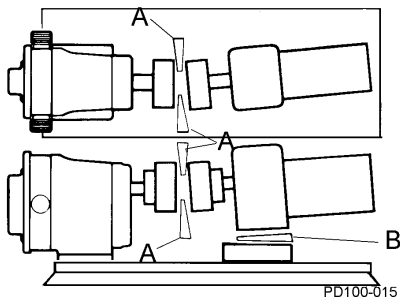

Figure 23 – Vérification de l'alignement angulaire
1. En utilisant des jauges d'épaisseur ou des cales obliques ((Figure 23, éléments A et B), vérifiez l'alignement en quatre points de l'accouplement en respectant un angle de 90° ; ajustez-le pour obtenir la même dimension à tous les points mesurés.